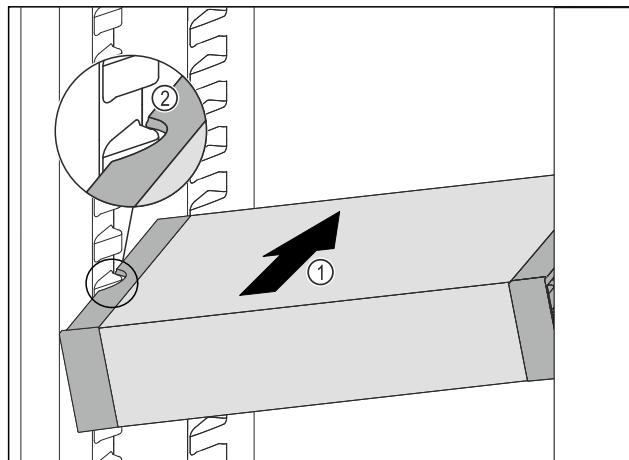

Fig. 133
► Predal VarioSafe potiskajte poševno v hladilnik Fig. 133 (1), dokler stranska izreza Fig. 133 (2) predala VarioSafe nista na višini nastavka za posodo v hladilniku.